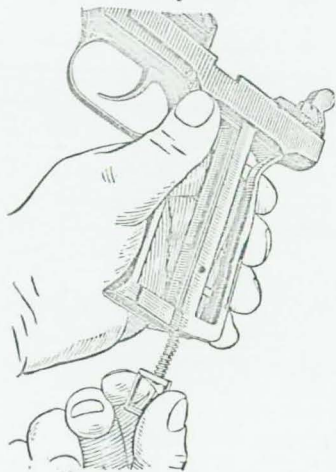

Рис. 12. Отделение (присоединение) боевой пружины с толкателем и защелкой магазина
8. Отделить боевую пружину с толкателем и защелкой магазина от рамки. Удерживая пистолет левой рукой, большим пальцем правой руки отжать защелку магазина вверх и назад и вывести ее из зацепления с рамкой; затем, сдвигая вниз, отделить боевую пружину вместе с толкателем и защелкой магазина от рамки (рис. 12).
4. Присоединить боевую пружину с толкателем и защелкой магазина к рамке. Удерживая пистолет на ладони левой руки, правой рукой взяться за защелку магазина и ввести толкатель внутрь рукоятки (см. рис. 12) полукруглым выемом к задней стенке рукоятки. Затем вставить верхнюю часть толкателя в паз курка и, нажав большим пальцем правой руки на защелку магазина, слегка продвинуть ее вправо и поставить на свое место.